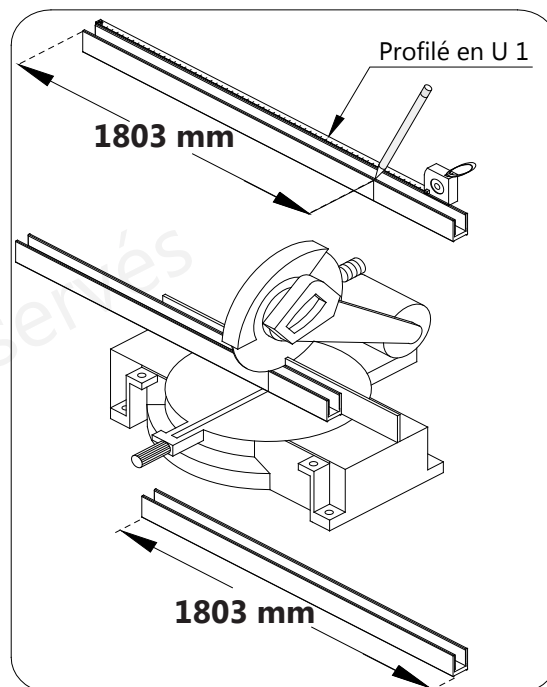

Fig 10
10. Coupez le profilé en U vertical 1 (N° 09) à 1803 mm. (Fig 10)